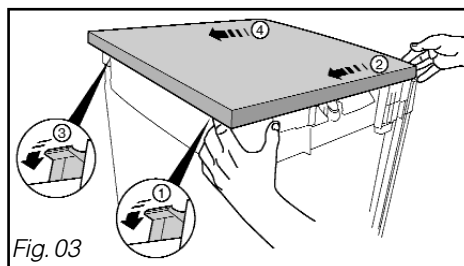

Fig. 03
- Klips toppladen af bag på apparatet, og skub den derefter et par cm, så den går fri (Fig. 03).
- Fjern toppladen ved at løfte den af opvaskemaskinen (Fig. 03).